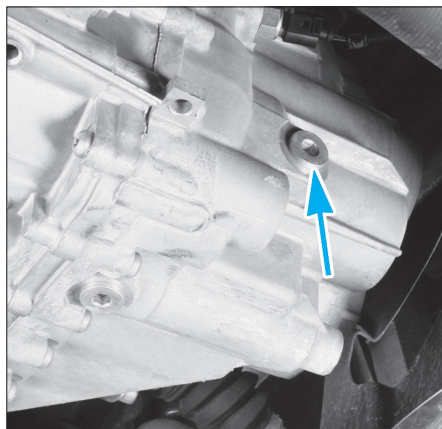

Fig. 1
- Déposer la vis de remplissage/niveau (Fig.1).